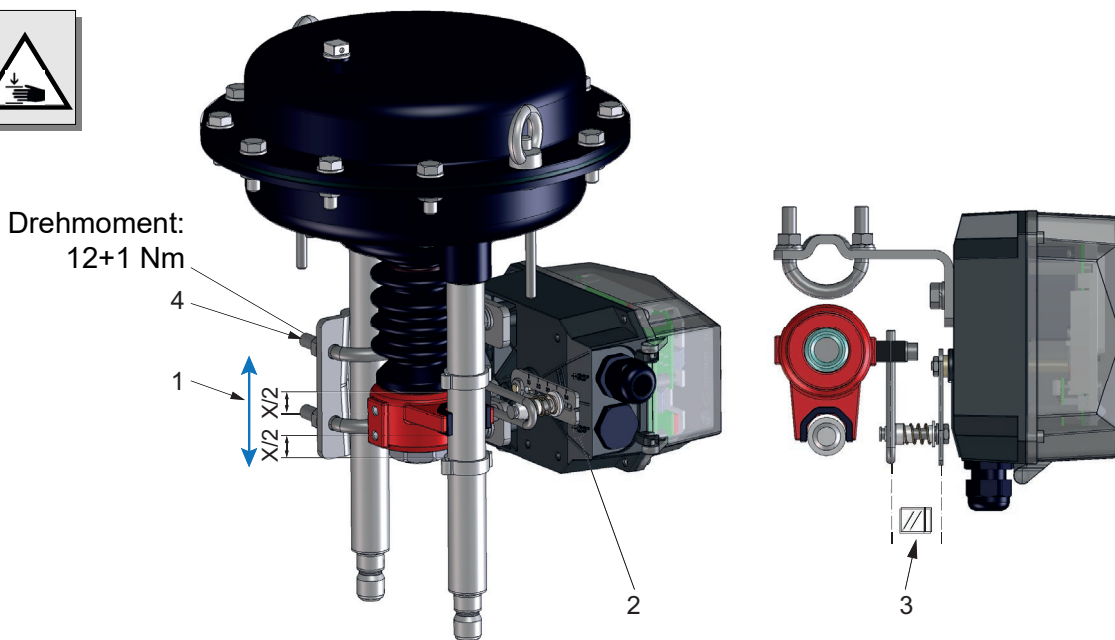

Bild 17
8. Genaue Ausrichtung des Stellungsreglers (siehe Bild 17)
- Überprüfen Sie, dass der Stellungsregler parallel zu den beiden Säulen vom Antrieb positioniert ist (siehe Bild 17).
- Zum Fixieren des ARI-STEVI-POS® in der eingestellten Position müssen die Sechskantmutter (Pos. 658) an den beiden Bügeln festgezogen werden (siehe Bild 17).